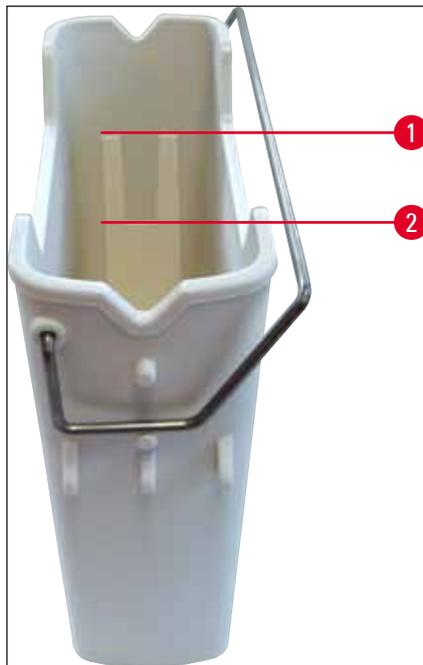

Fig. 67
4. Vérifiez que le niveau de remplissage est suffisant (→ Fig. 67) et qu'il n'y a pas d'impuretés dans le réactif. En cas de contamination, il faut remplacer le solvant (→ P. 39 – 4.6.3 Préparez la cuvette de réactifs, remplissez-la et introduisez-la dans le tiroir de chargement) et nettoyer la cuvette de réactifs avant de la remplir à nouveau.